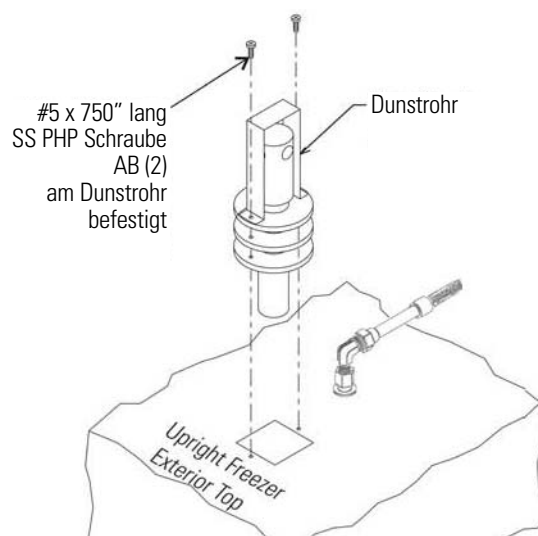

Abb. 5-2. Dunstrohr
6. Das Dunstrohr (Abb. 5-2) in die Öffnung schieben und an der Oberseite des Gefrierschranks mit Schrauben befestigen.